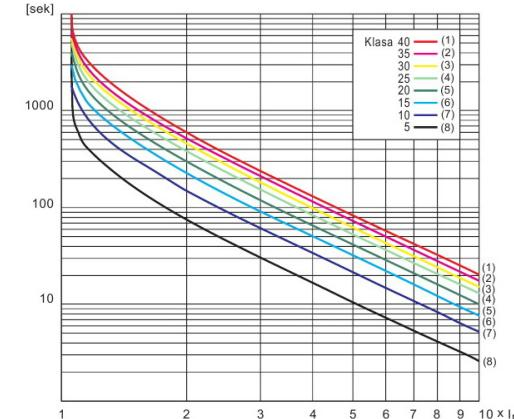

Рис. 1: Время-токовая характеристика
EPS-D измеряет действующее значение тока, потребляемого двигателем, в каждой из фаз. На основании значений установленных параметров и рабочего тока электродвигателя микропроцессором изделия моделируется одна из восьми время – токовых характеристик, соответствующих стандарту IEC 947, рис. 1.
5. Выбирается одна из восьми характеристик рис. 1. Выбор характеристики осуществляется в зависимости от условий эксплуатации и мощности электродвигателя.
Характеристики (класс) на рис. 1 даны для работы двигателя при температуре окружающей среды 20 °C. Если температура высокая, плохая вентиляция помещения, и тому подобное, двигатель медленнее охлаждается. В таких случаях надо устанавливать меньший класс, чтобы двигатель не перегревался.